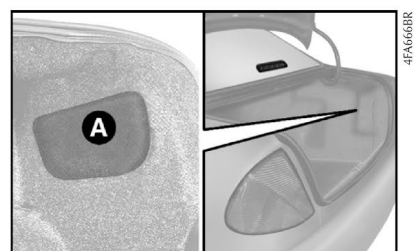

fig. 25
1) Por dentro do porta-malas, desprender o velcro da tampa de proteção **A-fig. 25**.